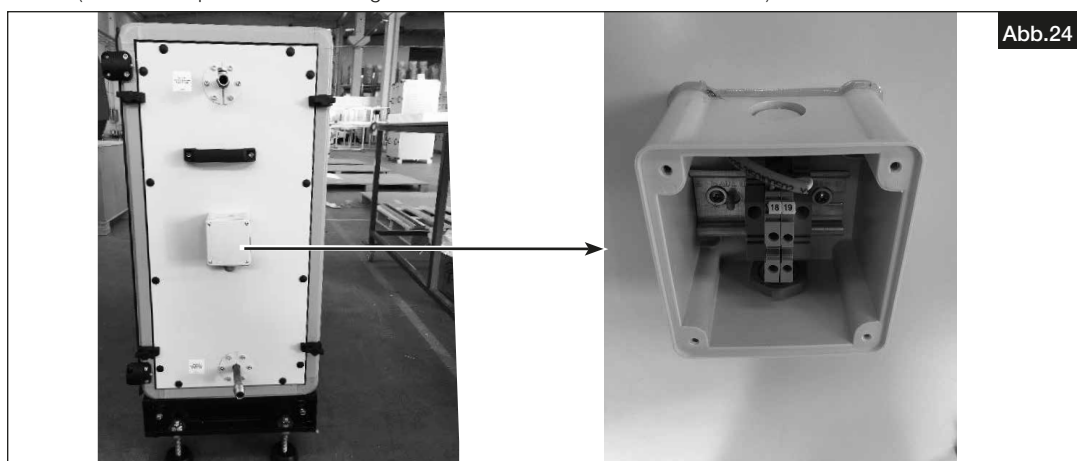

Abb.24
7. Abdeckung des Klemmkastens öffnen. Leitungsdicke, die für den Signalanschluss verwendet wird, überprüfen. Signalleitung mit den Anschlusspunkten verbinden und die Abdeckung des Klemmkastens schließen (s. Abb.24). Das andere Leitungsende mit einer geeigneten Anschlussklemme in dem Klemmkasten des AIR1-Geräts anschließen (s. Anschlusspläne in der Montage- und Betriebsvorschrift des AIR1-Geräts).